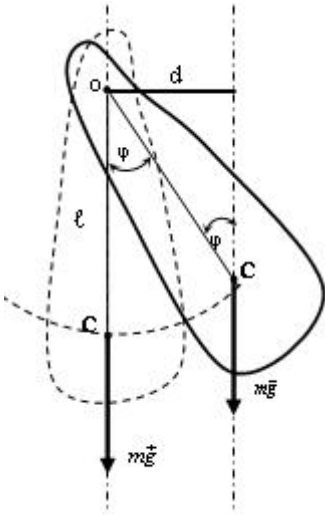

рис. 2
Физический маятник – это твердое тело, совершающее колебания под действием силы тяжести относительно неподвижной оси, не проходящей через центр тяжести (рис.2). Ось вращения маятника на рис.4 проходит через точку O и перпендикулярна плоскости рисунка. В положении равновесия линия, соединяющая ось вращения и центр тяжести (OC), расположена вертикально. При колебаниях эта линия будет отклоняться от положения равновесия на некоторый угол φ . При этом возникает момент силы тяжести, который стремится вернуть маятник в положение равновесия: